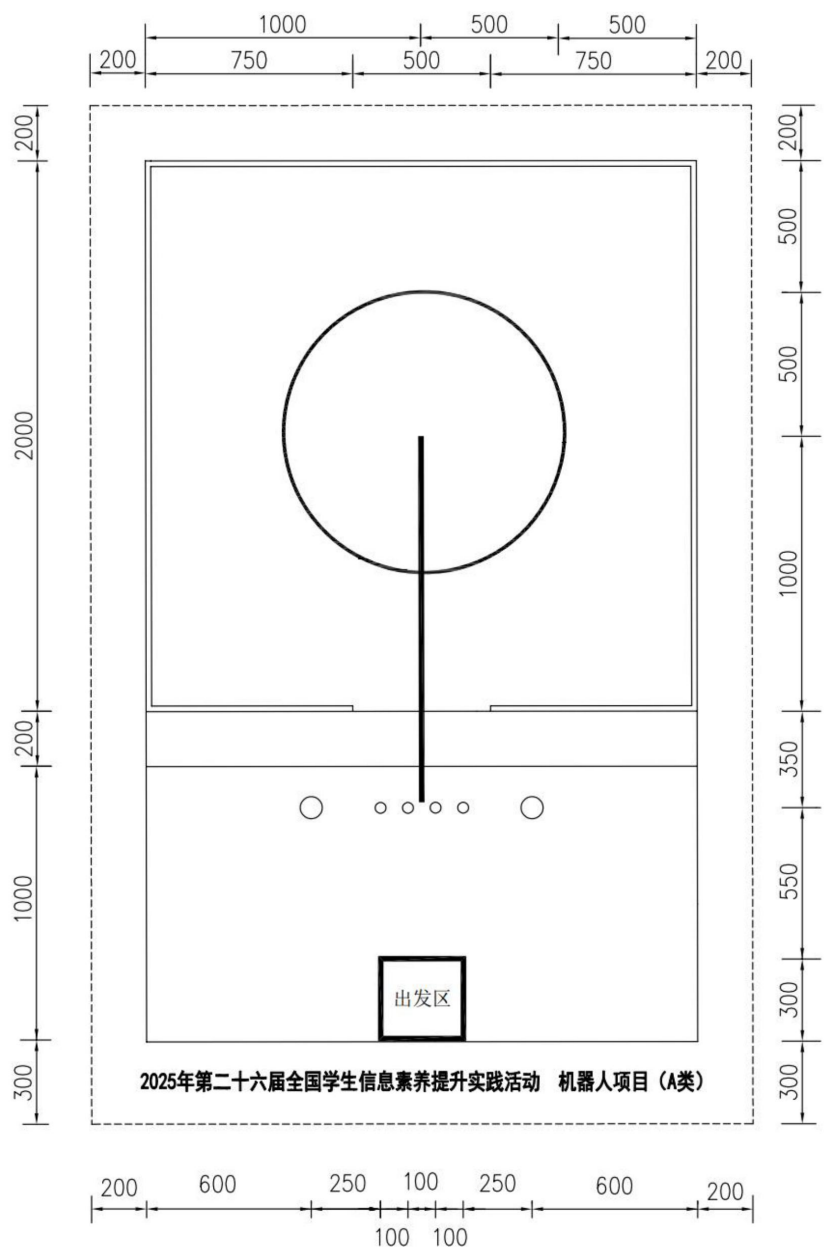

图1 场地俯视示意图
1.1 展示场地为大小约 3200mm×2000mm 的喷绘地图（以现场提供为准），圆与线段均为黑色且宽度约为 20mm，如图 1 所示。